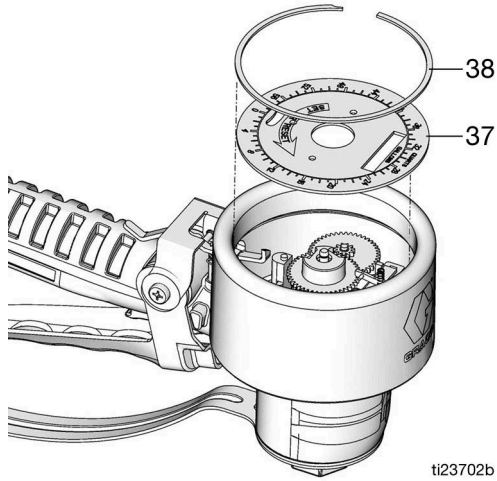

FIG. 28
4. Déposer le grand anneau de retenue (38), puis le cadran (37) (FIG. 28).